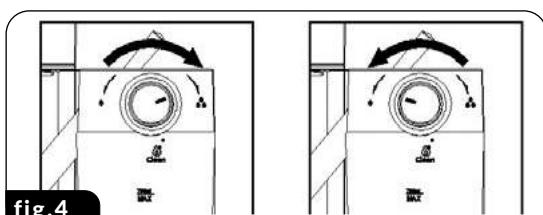

fig.4
ATTENTION! Avant de préparer le café CAPPUCINO, réglez la quantité de lait moussé selon vos préférences en tournant le bouton de dosage (23) vers la gauche pour plus de mousse ou vers la droite pour réduire la quantité de mousse (Fig. 4). Vous pouvez également ajuster l'intensité de la mousse pendant le processus de moussage.
ATTENTION! Avant de préparer le LATTE, ajustez la quantité de lait moussé selon vos préférences en tournant le bouton de dosage (23) vers la droite pour plus de mousse ou vers la gauche pour réduire la quantité de mousse (Fig. 4). Vous pouvez également ajuster l'intensité de la mousse pendant le processus de moussage.
1. Monter le filtre sélectionné (13) dans la fiole (10), le remplir de café et monter le ballon dans la machine.
2. Assurez-vous qu'il y a suffisamment d'eau dans le réservoir d'eau (15) et la bonne quantité de lait dans le réservoir de lait (19).